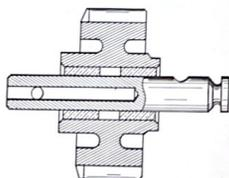

Fig. 3.11. - Engrane inversor de Marcha Atrás con su eje.
3.2.0.6. Retirar el inversor de Marcha Atrás (fig. 3.11).